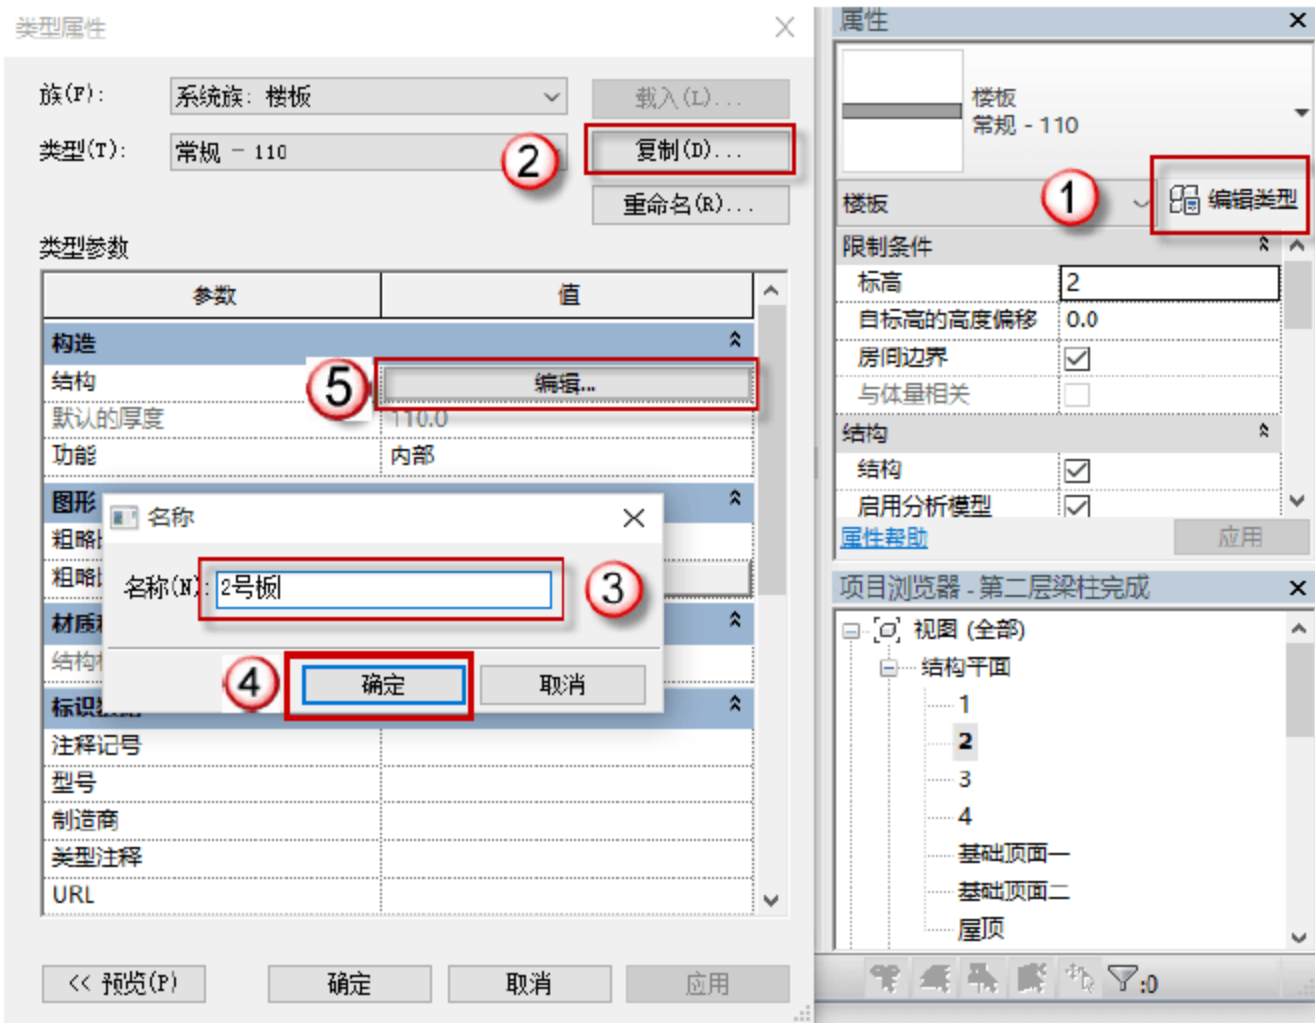

图 4.3.4 设置 2 号板参数
(4) 设置 2 号板参数，按快捷键 S+B，进入编辑模式，单击“编辑类型”按钮，在弹出的对话框中单击“复制”按钮，再在弹出的对话框中命名板号，单击“确定”按钮。单击“编辑”按钮设置参数，将板厚设置为 110，如图 4.3.4 所示。